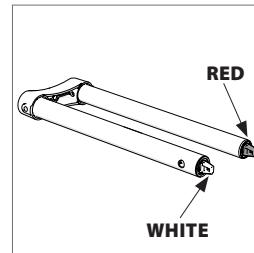

Fig. 1b
- The Carriage Slides. (**Fig. 1b**)